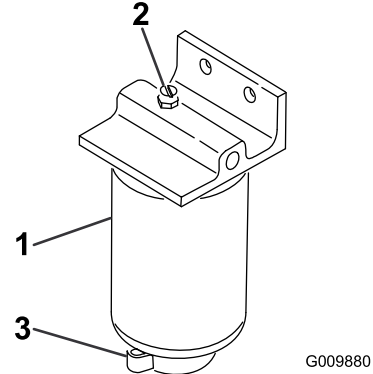

图 58
- 松开过滤器过滤筒底部的排油阀 (图 58)。
- 清洁滤清器过滤筒的安装区域图 58。